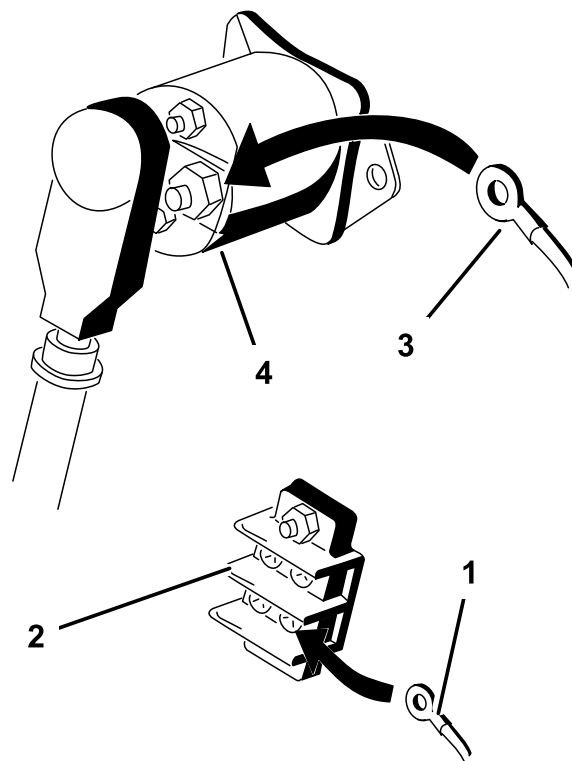

図 18
3. 「ground」というラベルがついている黒いワイヤにのリングをアース用端子・ブロックに接続する (図 18)。